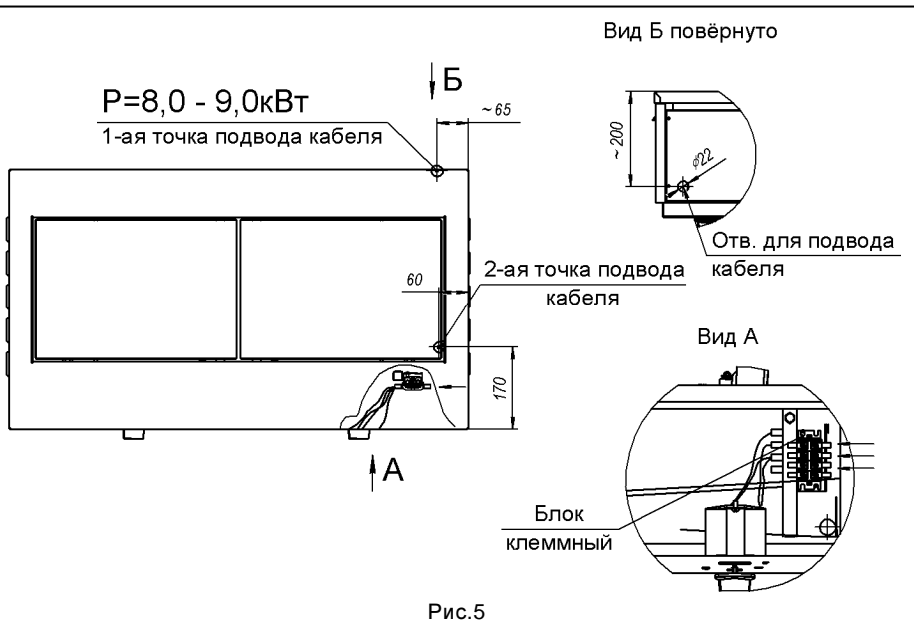

Рис.5
6.7 Рекомендуем, подвод электропитания к плите производить, скрытой в полу, трубной разводкой. Диаметр трубы – не менее 1/2" (Ø=22мм), высота от уровня пола не более 60мм (см. рис.5).
Блок клеммный, для подключения плиты к э/сети, расположен за приборной панелью плиты (см. рис.5).